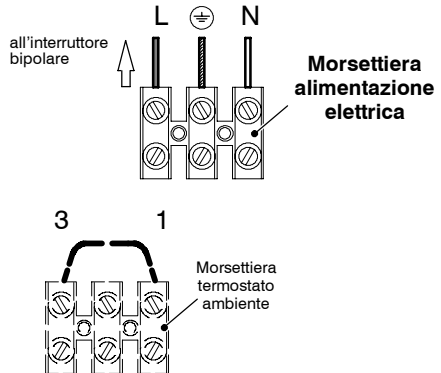

fig. 5.13
- 1 Collegare il cavo di alimentazione elettrica proveniente dall'interruttore onnipolare alla morsetteria di alimentazione elettrica della caldaia fig. 5.13 rispettando la corrispondenza della linea (filo marrone) e del neutro (filo azzurro).